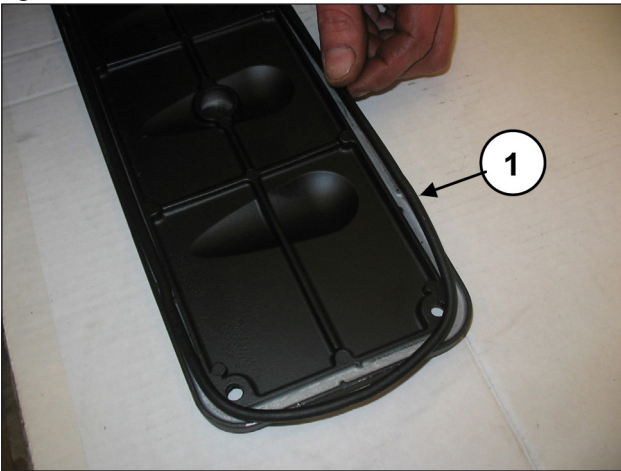
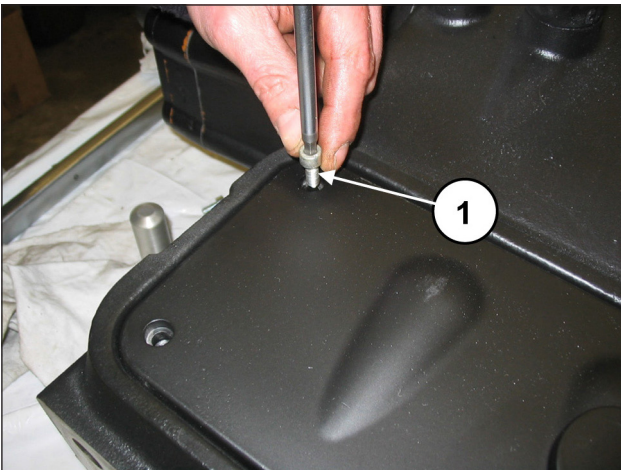

Fig. 185
Fig. 186
Insérer le joint torique (rep. ①, Fig. 185) sur les couvercles et monter les couvercles à l'aide de 4+4 vis M6x14 (rep. ①, Fig. 186).